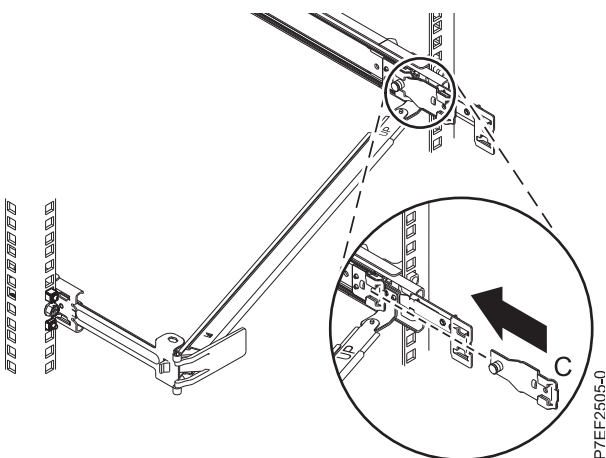

Figure 14. Installation du support de fixation dans la glissière
6. Fixez le support d'arrêt de routage des câbles (**B**) à l'emplacement situé à l'intérieur de la glissière de gauche, en le faisant glisser (**B**) dans la glissière jusqu'à ce que le taquet à ressort se mette en place. Pour plus de détails, voir figure 14.